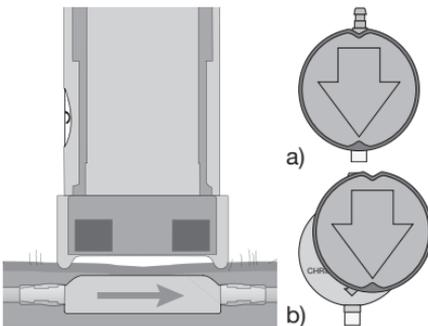

Abb. 14: Messen der Druckstufe
2. Das Prüfinstrument wird zentriert auf das Ventil aufgesetzt. Dabei muss die Markierung auf dem Prüfinstrument in Richtung proximalen (zum Ventrikel führenden) Katheter zeigen. Der Entriegelungsknopf des Messinstrumentes wird gedrückt und anschließend die eingestellte Druckstufe abgelesen. (Abb. 14).